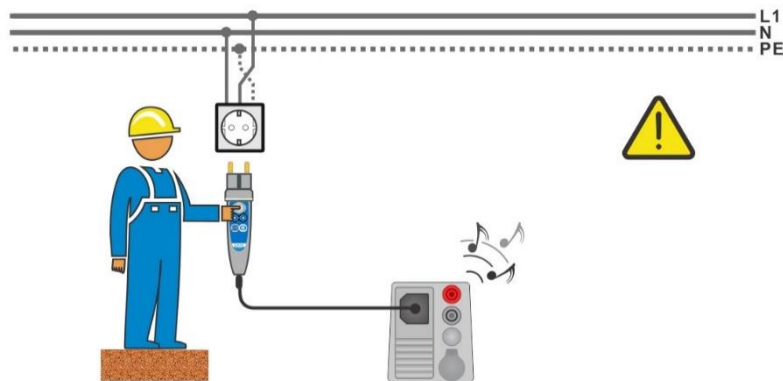
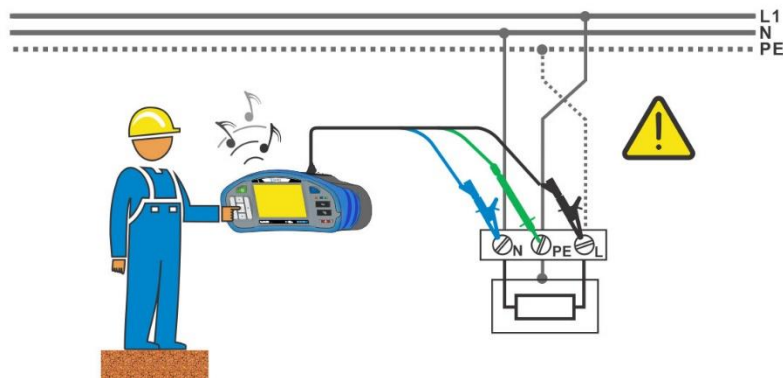

Abbildung 1.1: Vertauschte Leiter L und PE (Commander-Stecker)
Abbildung 1.2: Vertauschte L- und PE-Leiter (Verwendung des 3-adrigen Prüfleiters)
- › Schließen Sie die Prüflleitungen am Prüfobjekt an, siehe **Abbildung 1.1** und **Abbildung 1.2**.